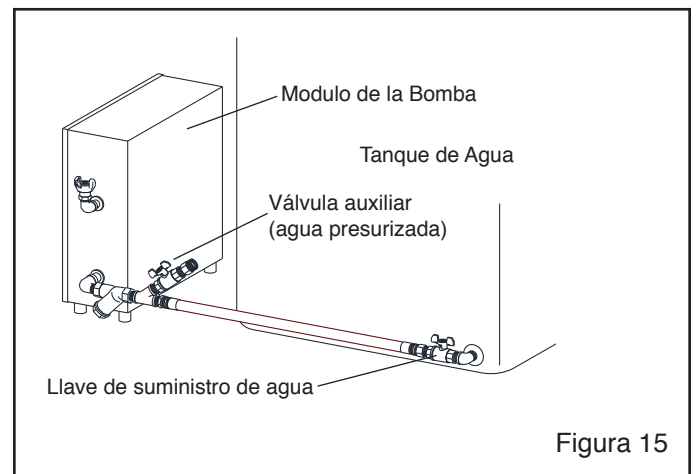

Figura 15
4.1.2.6 Abra la llave auxiliar de agua, que se muestra en la Figura 15 para purgar el aire presente en la línea de agua; cierre la válvula cuando ya salga solo agua. Nota: Debe purgarse todo el aire de la línea para permitir que la bomba se auto-cebe.